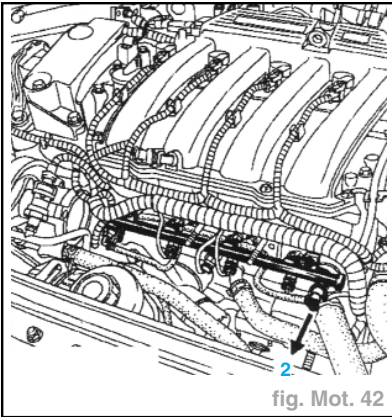

fig. Mot. 42
- Débrancher le conduit de retour de carburant (**2**) situé sur la rampe d'injection et le positionner afin de le faire débiter dans une éprouvette graduée (fig. Mot. 42).